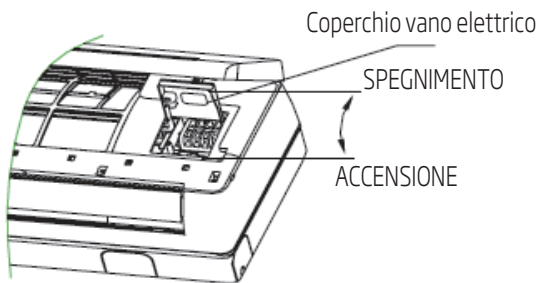

Fig.12
- Allentare la vite sul coperchio di collegamento. (Fig.12)